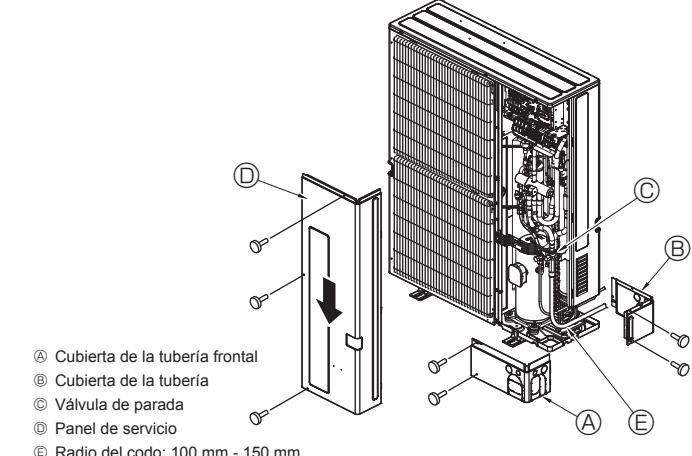

Fig. 4-10
4.5. Tubos de refrigerante (Fig. 4-10)